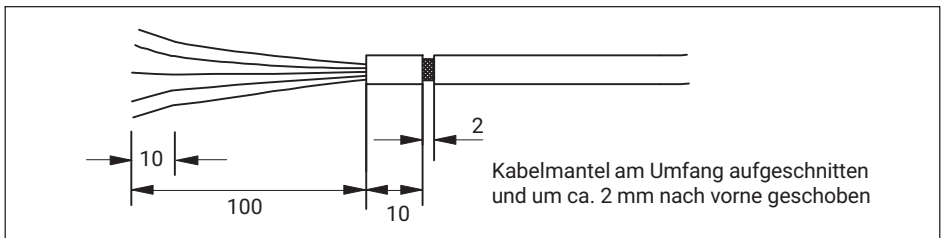

Abb. 7.2 Eingeschnittener Kabelmantel
1. Schneiden Sie den Kabelmantel entsprechend Abb. 7.2 ein, damit der Schirm zugänglich wird.